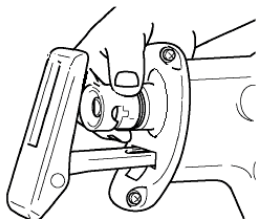

Рис. 2
- Поверните быстрозажимной патрон против часовой стрелки. (Рис.2)